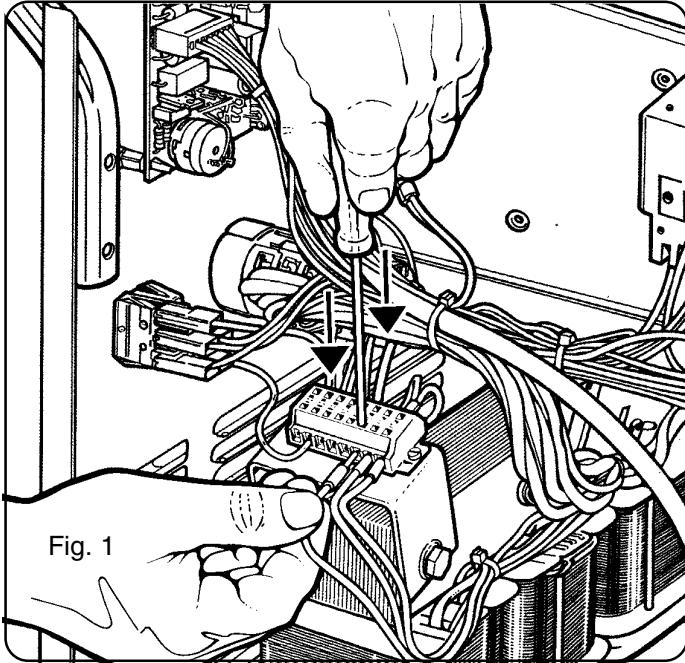

Fig. 1
En la máquina con alimentación trifásica es posible cambiar la tensión de conexión según lo indicado por la ilustración de la fig. 1. N.B. para acceder al cambiador de tensión, quitar el alojamiento fijo (41).